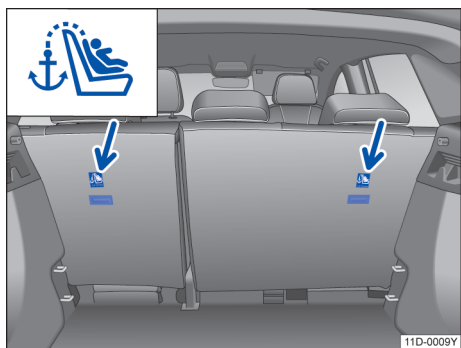

图 34 带顶部紧固绳的 ISOFIX 儿童座椅
- 将儿童座椅插到 ISOFIX 固定环上→图 34，直到听见儿童座椅的啮合声。
- 安装正向儿童座椅时，将座椅靠背尽可能向前调节，使其靠在儿童座椅上→图 34。
- 将顶部紧固绳固定到行李厢内的后部紧固环上→图 34。
- 带有 ISOFIX 装置和顶部紧固绳的儿童座椅上标有一个示意图→图 34。